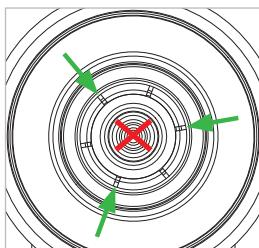

Abbildung 17
- ▶ Geben Sie je einen kurzen Sprühstoß mit dem Zielröhren zwischen jede zweite Spannzange (Abbildung 17).
Achtung: Der Schmierstoff darf nicht in den Gaskanal gelangen (Abbildung 17).